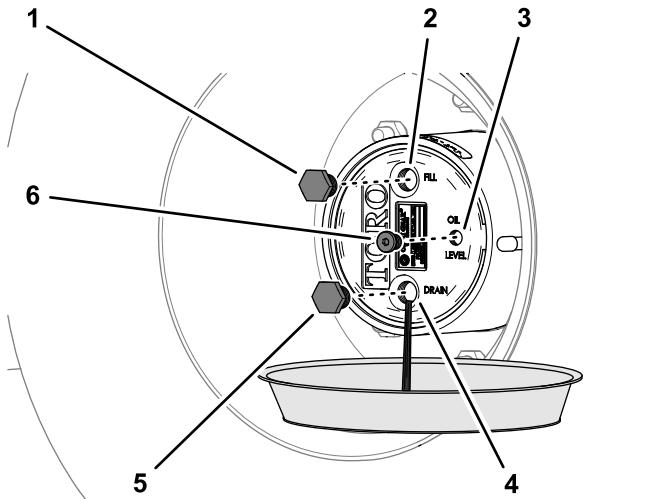

Figura 99
- Coloque un recipiente debajo del buje del engranaje planetario, retire el tapón de vaciado, el tapón de llenado y el tapón de verificación y deje que se drene por completo el lubricante (Figura 99).